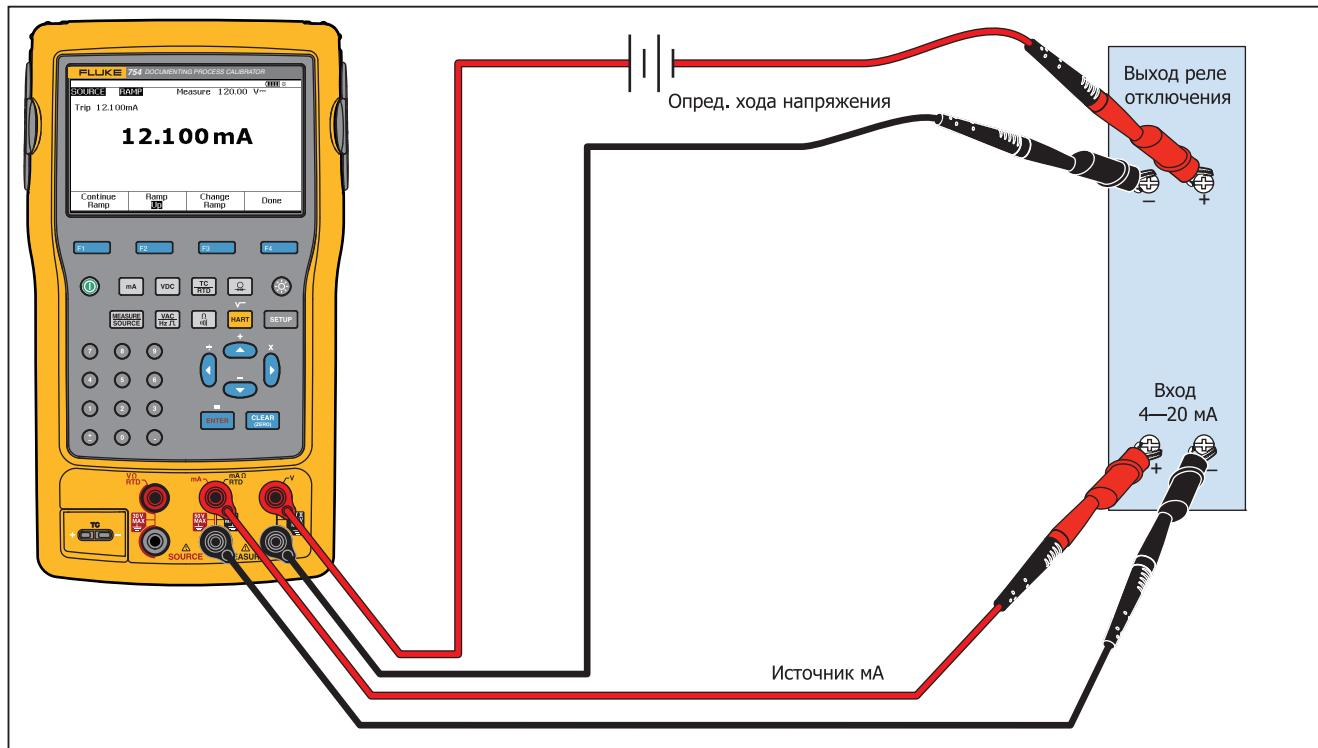

Рисунок 26. Проверка сигнализации выхода реле отключения
13. Функция разгона продолжает работать, пока не будет обнаружен ход (если задействован), время разгона истекает или нажата экранная кнопка **Стоп разг.** (Stop Ramp). См. рис. 26.